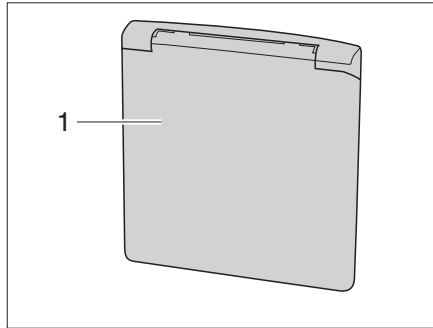

Bild 13 Lucka för 230 V-anlutning
- ▶ Ta tag i den utvändiga luckan (Bild 13,1) underifrån och vrid uppåt.